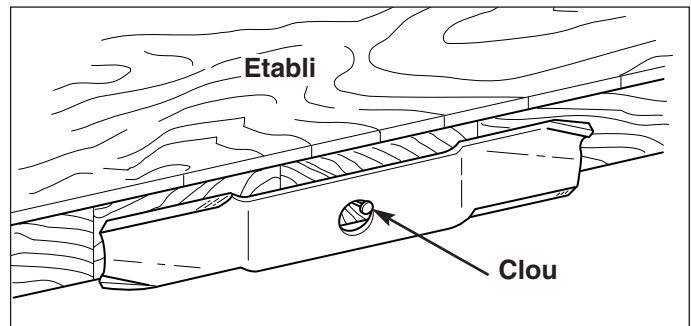

Figure 17. Equilibrage de la lame
5. Equilibrer la lame comme illustré à la figure 17. Centrer le trou de la lame sur un clou lubrifié d'une goutte d'huile. Une lame équilibrée doit rester à l'horizontale.
5. Retirer la goupille de positionnement (E, figure 17). Faire tourner la lame (D) à la main jusqu'à ce que les lames soient perpendiculaires l'une à l'autre comme l'indique la figure 20. Il est peut-être nécessaire de retirer et de faire tourner le raccord de lame (C) pour aligner le trou de lame sur le trou de raccord.
6. Remonter la goupille de positionnement (E), la rondelle cannelée (G), la rondelle élastique (F) et le boulon de fixation (A). Bloquer la lame avec une cale en bois (B) pour l'empêcher de tourner et serrer le boulon de fixation (A) à 61-75 Nm.